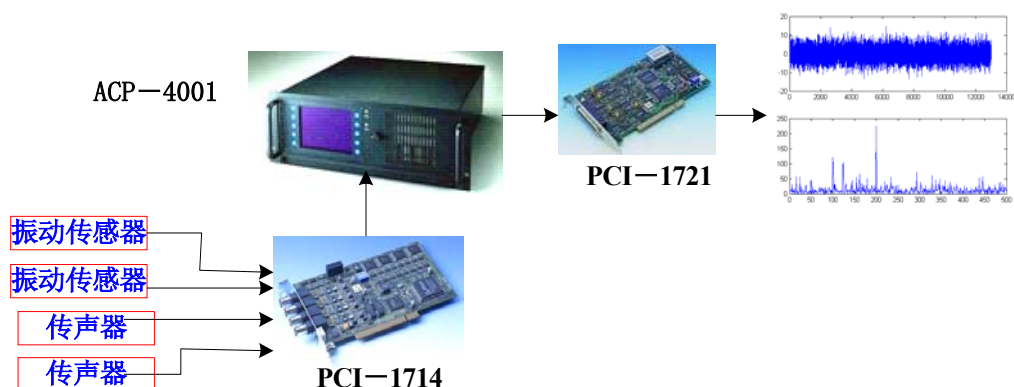

图 1: 系统架构图
- 整个系统硬件采用研华 ACP-4001 工业工作站、 30MS/s 的 PCI-1714 高速数据采集卡,以及 5MS/s 的模拟数据输出卡 PCI-1721。系统架构图见图 1 所示,其中: